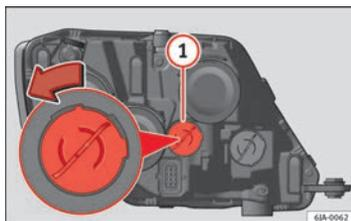

Fig. 152 Sostituzione della lampadina delle luci diurne
- Girare il portalampada ⇒ fig. 152 ① in senso antiorario e toglierlo.